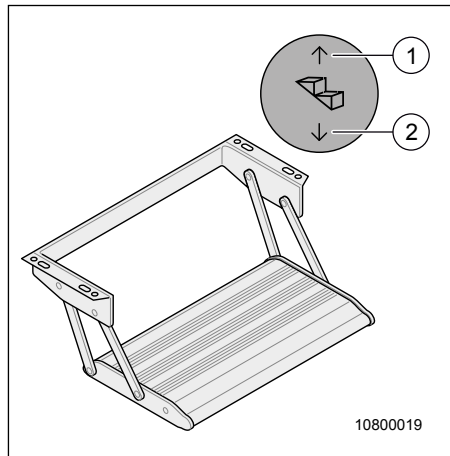

Fig. 6 Marche-pied à une marche
- appuyer sur l'interrupteur à bascule (Fig. 6, pos. 2) et le marche-pied sort complètement.
- appuyer sur l'interrupteur à bascule (Fig. 6, pos. 1) et le marche-pied rentre complètement.